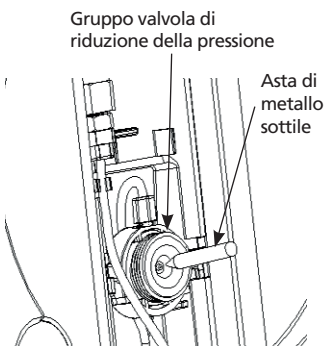

Figura 31
1. Prima di tutto, utilizzare una sottile asta metallica con una punta per estrarre la guarnizione (Figura 31), estrarre il perno foratore (se si sostituisce solo la guarnizione, non è necessario estrarre il perno foratore) e fare attenzione a non danneggiare altre parti della valvola di riduzione della pressione;